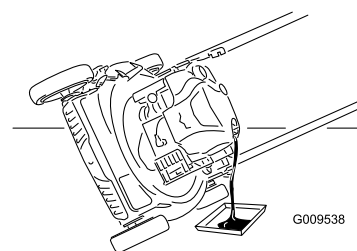

Figure 18
3. Inclinez la tondeuse sur le côté (filtre à air en haut) pour vidanger l'huile usagée par le goulot de remplissage (Figure 18).